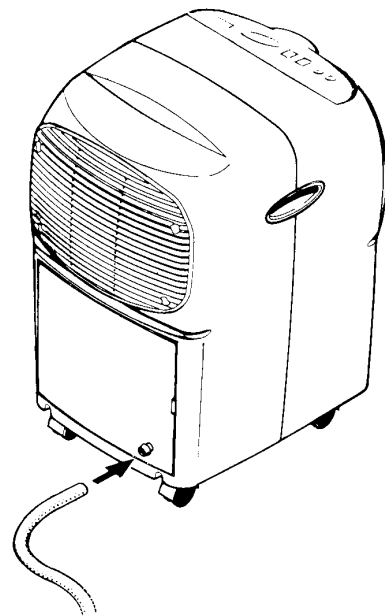

Fig. 3
- 4) Sur le volet de l'appareil, il y a un repère indiquant l'endroit à percer pour faire passer le tuyau d'eau de condensation (fig. 3).